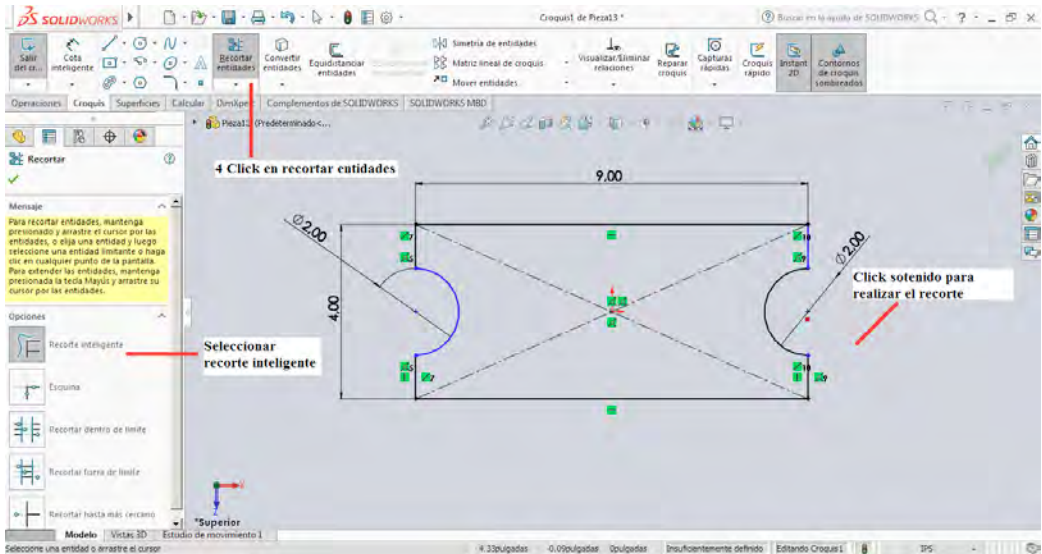

Figura 2-41
4. Con el croquis construido se utilizara la herramienta Recortar Entidades, la cual permite eliminar partes del croquis que no son necesarias, para este caso se utilizara la opción Recorte Inteligente esta opción permite recortar las entidades que se encuentran intersecadas entre dos puntos para su uso solo se realiza Click sostenido y se pasa el apuntador sobre la entidad a recortar, en la figura 2-41 se muestra el resultado el procedimiento